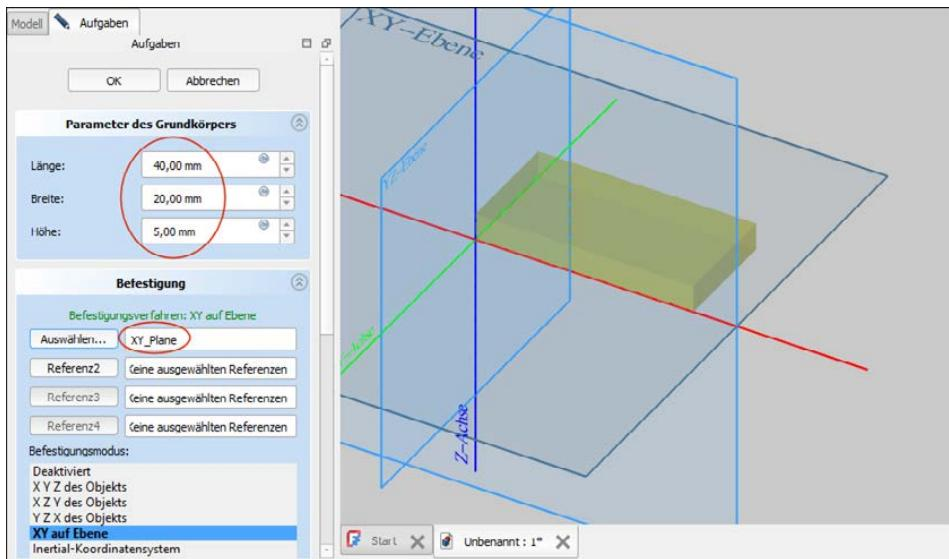

Abbildung 5.17: Parameter für den Quader
2. Klicken Sie das Werkzeug *Quader* an. Ein neuer Body wird automatisch angelegt. Sie sollten jetzt zuerst die Ebene festlegen, in der der Quader platziert werden soll. Danach sind die Parameter für den Quader erforderlich: *Länge*, *Breite* und *Höhe* (siehe Abbildung 5.17). Darunter im Register *Aufgaben* könnten Referenzen zur Befestigung des Körpers gewählt werden, beispielsweise an einer Fläche oder Kante eines anderen Objekts (siehe weiter unten).